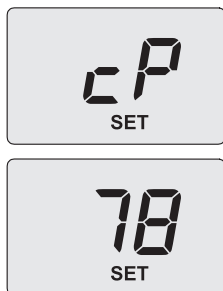

Figura 9.14
- Utilizzare i tasti 15 o 16, sul display LCD le lettere **cP** si alternano con il valore di temperatura dell'acqua di riscaldamento (es. **78**) e compare la scritta "**SET**", indicanti l'entrata nell'attivazione della "funzione spazzacamino" alla potenza massima in riscaldamento (Figura 9.14);